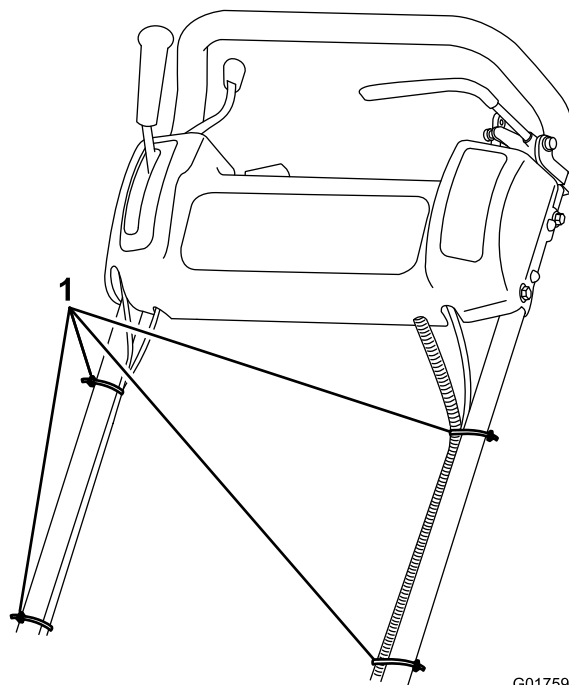

Figura 4
7. Fissate i cavi e il cablaggio alla stegola con gli appositi morsetti (Figura 4).